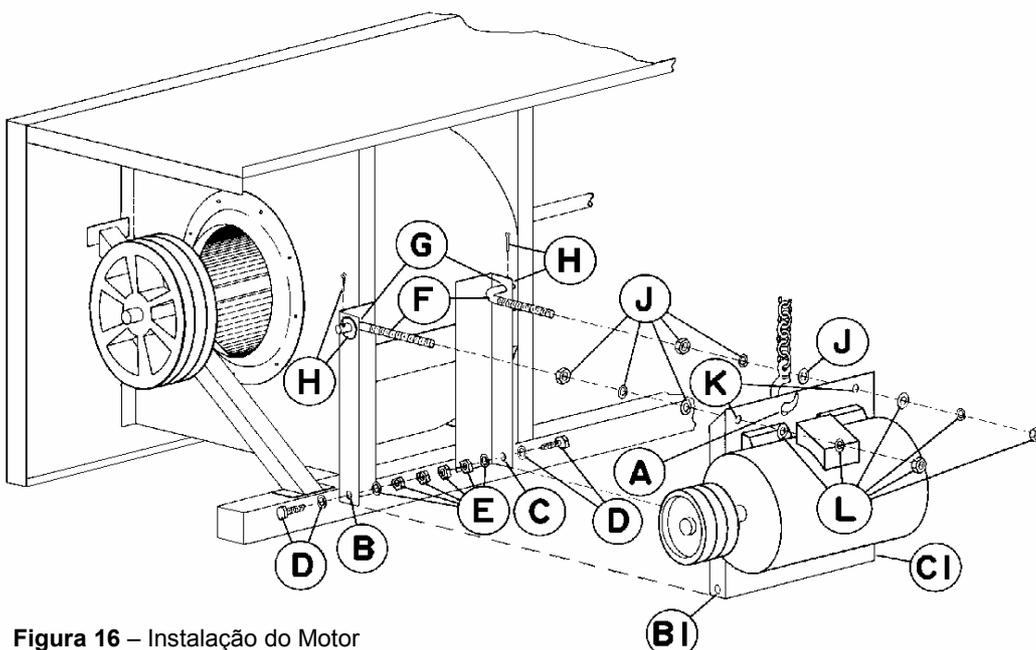

Figura 16 – Instalação do Motor
1. Consulte a figura 16 antes de instalar a base do motor.